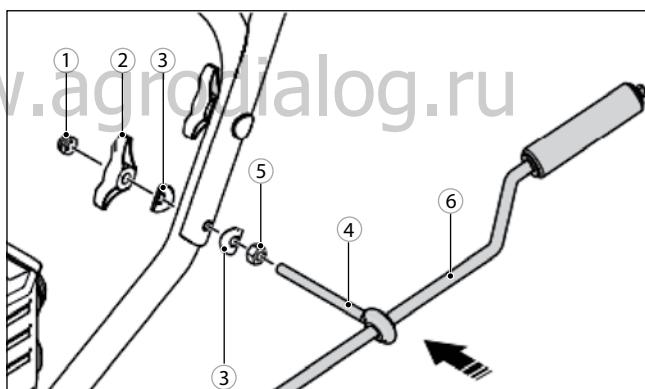

Рис. 15
2. Установите ручку поворотного желоба 6 и ее держатель 4 и закрепите с помощью баращковой гайки 2, шайбы 3, гайки 1 и 5 (рис. 15).